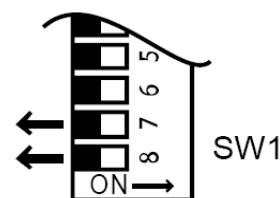

Fig. 7
15. **IMPORTANTE:** Riposizionare i microinterruttori N.7 e N.8 su "OFF" per riportare l'*Infinity* ad un regime di funzionamento normale (Fig.7).